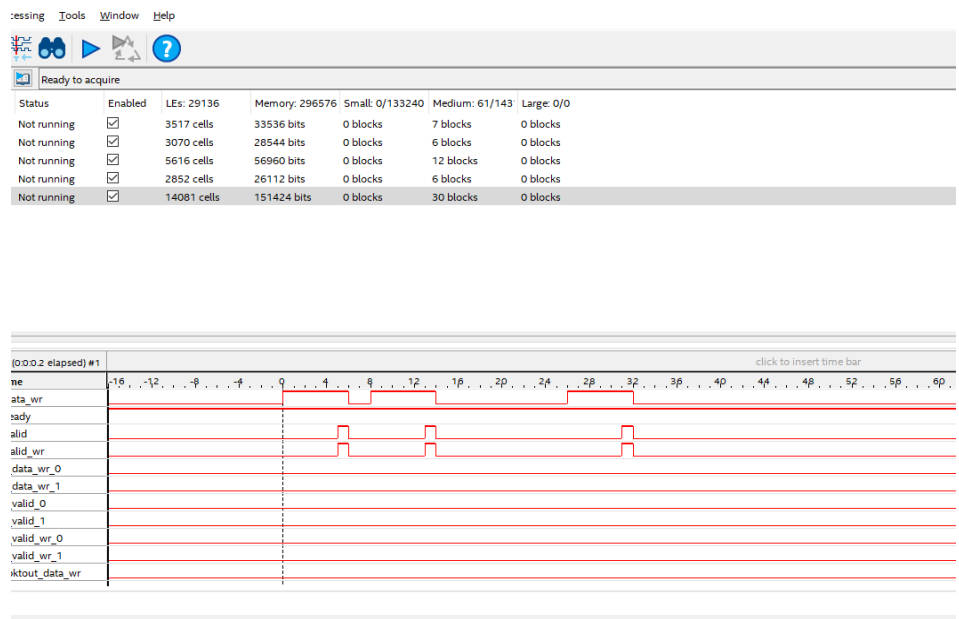

图 5-2 调试信号的具体数据
2) 选择单步触发或连续触发, 可以看到调试信号的具体数据。如下图 5-2 所示。